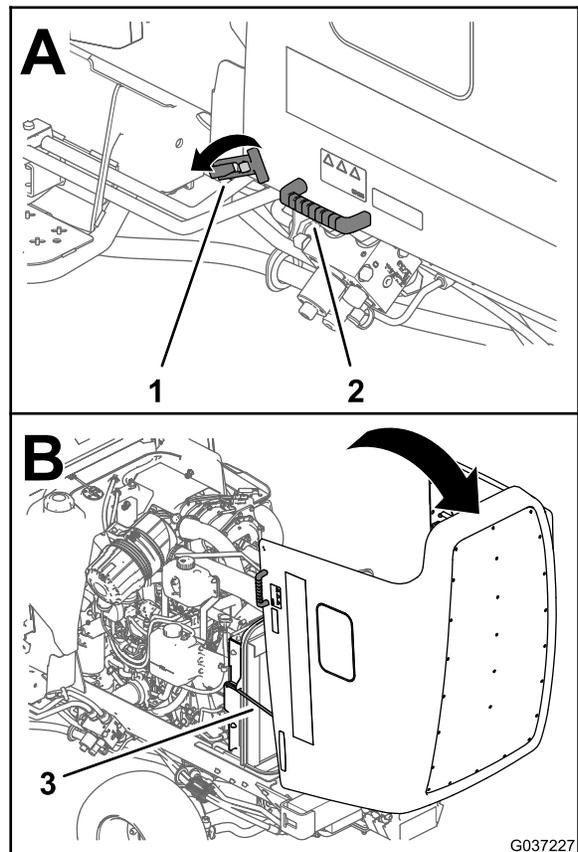

Figura 75
2. Abra los 2 cierres situados en las esquinas inferiores delanteras del capó (Figura 75).
3. Usando los tiradores situados junto a los cierres, levante el capó y muévalo hacia atrás hasta que las 2 varillas queden enganchadas en los soportes (Figura 75).